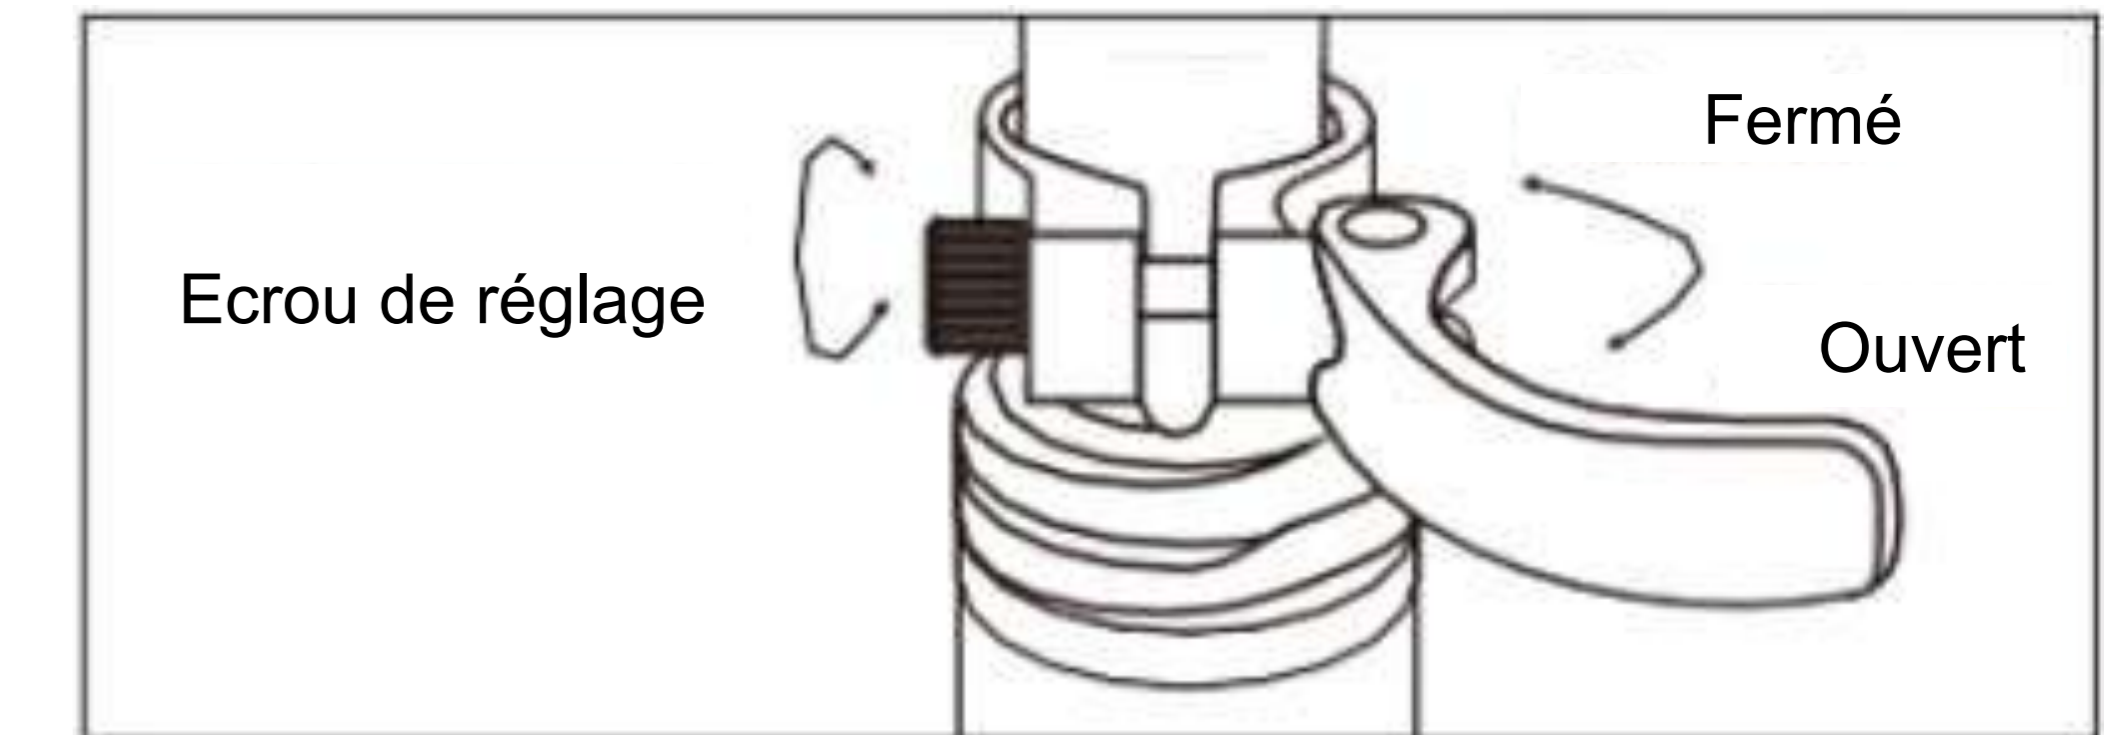

Fig.8
5. Ouvrez le levier de blocage rapide de la tige de selle (Fig. 8). Insérez la tige de selle dans le tube de selle à une profondeur suffisante pour que la ligne d'insertion minimale ne soit plus visible.